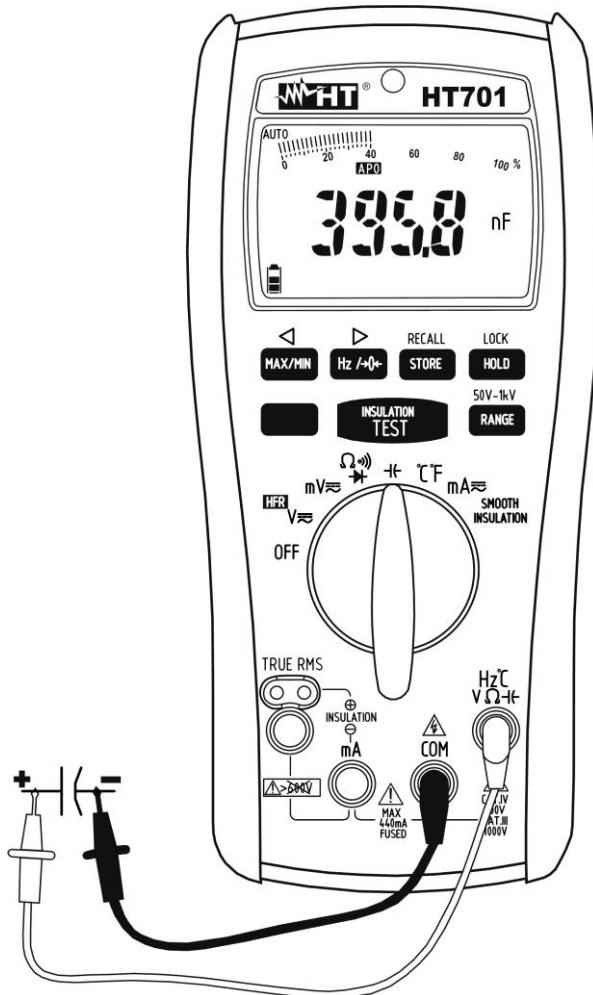

Fig. 8: Uso dello strumento per misura di Capacità
4. Inserire il cavo rosso nel terminale di ingresso **Hz°CVΩC** ed il cavo nero nel terminale di ingresso **COM** (vedere Fig. 8)